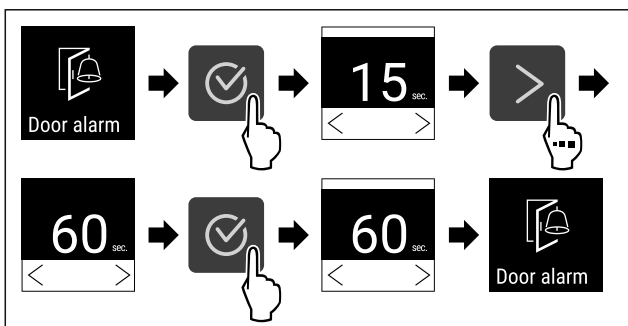

Fig. 88
- ▶ Efectuați pașii de acțiune (vezi Fig. 88) .